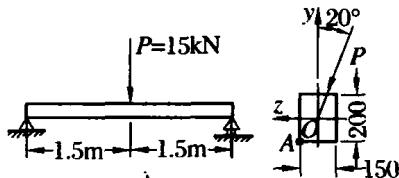

图 12-1
**例 12-1** 图 12-1 所示矩形截面简支梁,已知  $P = 15\text{kN}$ ,  $E = 10\text{GPa}$